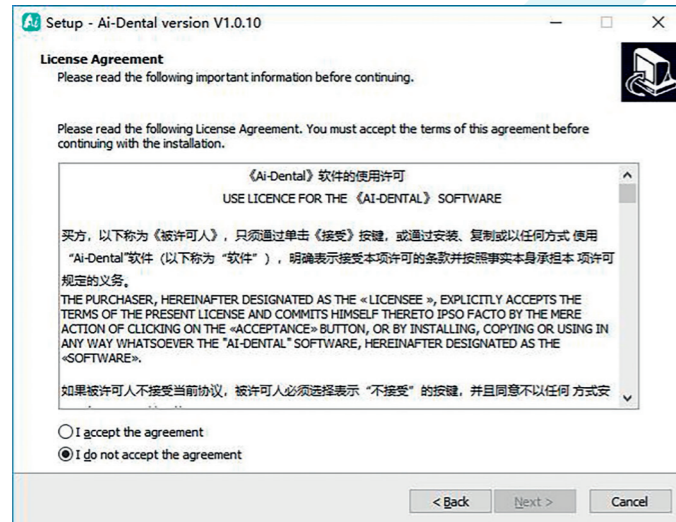

Figure 5
4.1.4 Lire le contrat de licence du logiciel, accepter ce contrat et cliquer sur « J'accepte le contrat », cliquer sur Suivant pour poursuivre l'installation, ne pas être d'accord avec ce contrat et cliquer sur « Je n'accepte pas le contrat » pour quitter le programme d'installation comme indiqué sur la figure 5.